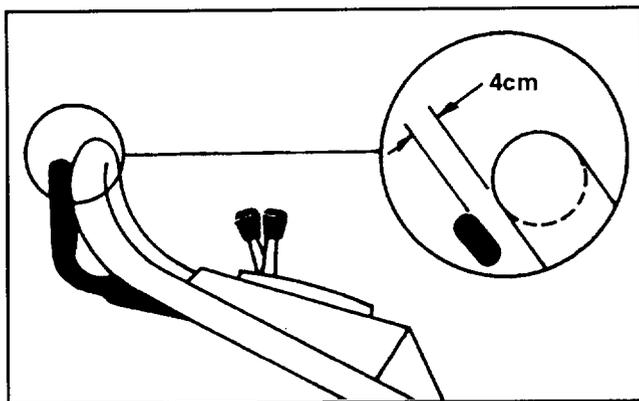

Figure 20
4. Levez la barre de commande jusqu'à ce qu'une résistance se fasse sentir. La barre de commande doit se trouver à 38 mm du guidon lorsque le réglage est correct (fig. 20).